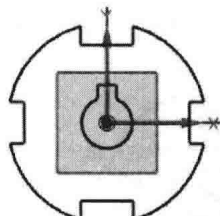

图 1.2.10 快速修剪 2
Step8. 参照上述步骤修剪其他多余的线条,结果如图 1.2.10 所示。